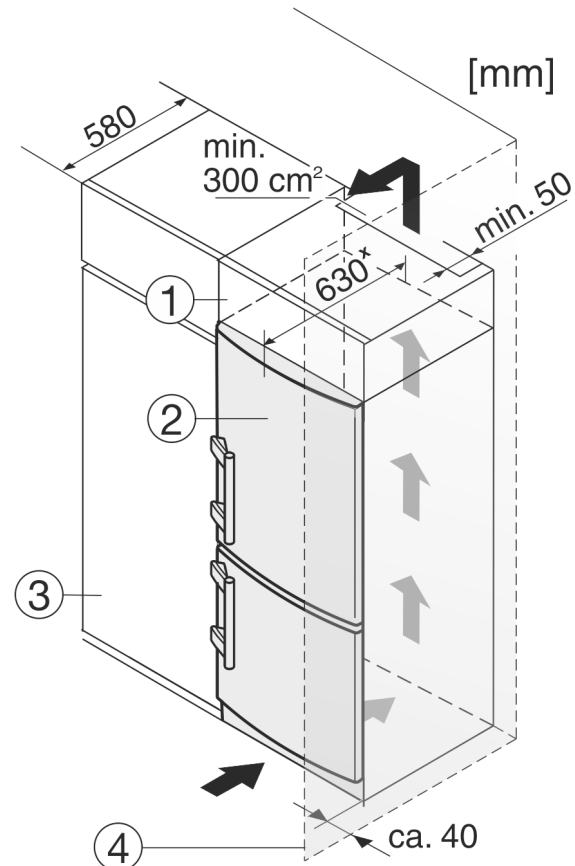

Fig. 9
L'appareil peut être intégré dans des meubles de cuisine. Pour adapter l'appareil Fig. 9 (2) à la hauteur du coin cuisine, une rehausse Fig. 9 (1) peut être posée sur l'appareil.
Lors de la transformation avec des placards de cuisine (profondeur max. 580 mm), le réfrigérateur peut être placé directement à côté du placard de cuisine Fig. 9 (3). Le réfrigérateur dépasse sur les côtés de 34 mm \* et au centre du réfrigérateur de 50 mm \* par rapport à la façade du placard.
Si le réfrigérateur est installé avec les charnières près d'une paroi Fig. 9 (4), la distance entre le réfrigérateur et la paroi doit être d'au moins 40 mm. Cela correspond au dépassement de la poignée lorsque la porte est ouverte.